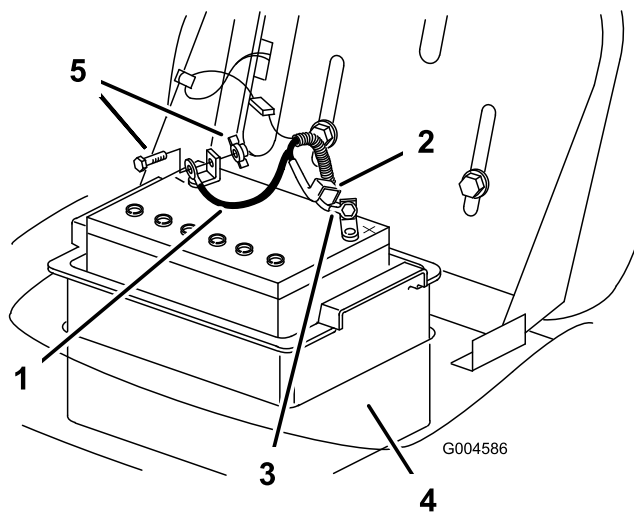

Bild 26
7. Klemmen Sie das Minuskabel (schwarz) vom Batteriepol ab (Bild 26).
- Klemmen Sie das Pluskabel (Rot) vom Batteriepol ab (Bild 26).
- Nehmen Sie den Batteriekasten und die Batterie aus dem Rahmen heraus (Bild 26).
- Setzen Sie den Batteriekasten und die Batterie in den Rahmen ein (Bild 26).
- Schließen Sie das Pluskabel (rot) mit der Schraube und der Flügelmutter am (+) Pluspol an (Bild 26).
- Schließen Sie das (schwarze) Minuskabel mit der Schraube und Mutter am (-) Minuspol an (Bild 26).